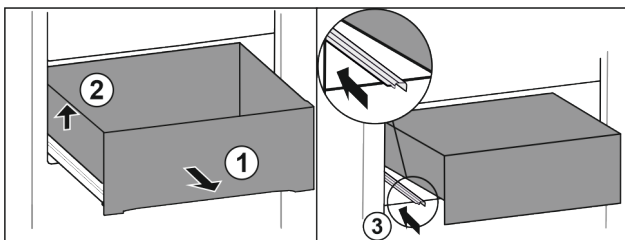

Fig. 77
- ▶ Vedä vetolaatikkoa ulos vasteeseen saakka. Fig. 77 (1)
- ▶ Nosta vetolaatikon etuosaa ylös. Fig. 77 (2)
- ▶ Työnnä vasen kisko paikalleen. Fig. 77 (3)